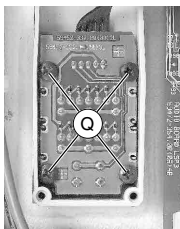

Fig. 7
- 4 Schrauben (Q) (Fig. 7) herausdrehen und Selektor-Platte abnehmen.
- Undo 4 screws (Q) (Fig. 7) and remove the selector board.